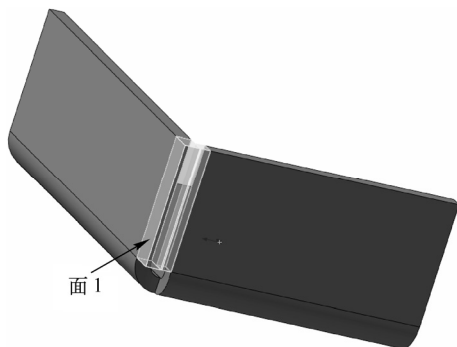

图 10-87 选择需要延伸的面
1) 单击“钣金”工具栏中的 (闭合角)按钮,或选择“插入”→“钣金”→“闭合角”菜单命令,或者单击“钣金”面板中的“闭合角”按钮,弹出“闭合角”属性管理器,选择需要延伸的面,如图 10-87 所示。